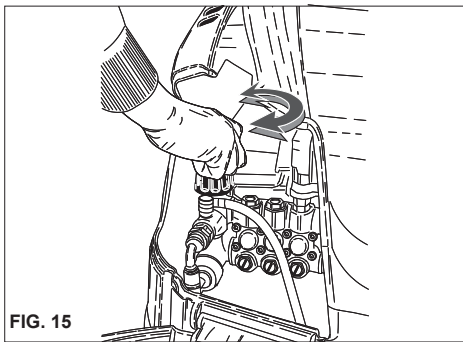

FIG. 15
Tässä kappaleessa käsitellään vain niitä malleja, jotka on varustettu "paineensäädin" laitteella. Paineensäätimellä, fig. 15, käyttäjä voi säätää työpainetta. Kun nappi C on käännetty vastapäivään (B) (minimi), toimintapaine vähenee.
tä pesuainetta pestävälle pinnalle alhaalta ylöspäin (fig.15).